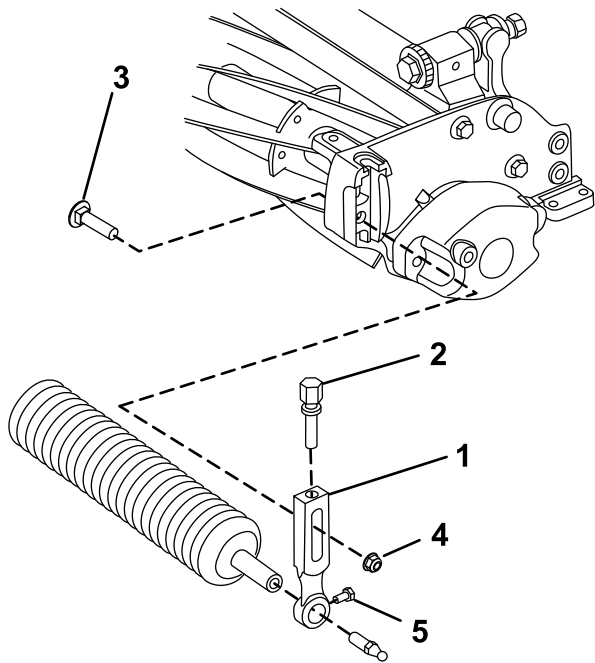

Figura 3
1. Togliete il bullone della lama e il dado di bloccaggio flangiato che fissano uno dei bracci dell'altezza di taglio alla piastra laterale dell'apparato di taglio (Figura 3).
5. Fissate il rullo sull'apparato di taglio, senza serrare, con il braccio dell'altezza di taglio e i fermi tolti in precedenza (Figura 3).
7. Serrate le viti per il montaggio del rullo (Figura 3).
2. Allentate le viti per il montaggio del rullo nei bracci dell'altezza di taglio (Figura 3).
3. Fate scorrere l'albero del rullo nel braccio dell'altezza di taglio sull'estremità opposta dell'apparato di taglio (Figura 3).
4. Fate scorrere il braccio dell'altezza di taglio sull'albero del rullo (Figura 3).